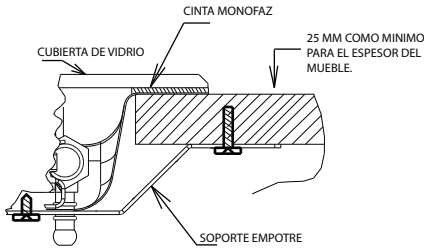

fig.3
2. En caso de que su mueble sea de madera, atornille los soportes de empotre con la base de la caja quemadores, como se muestra en la fig. 3, asegurándose que esten alineados con el borde de la superficie de empotre.